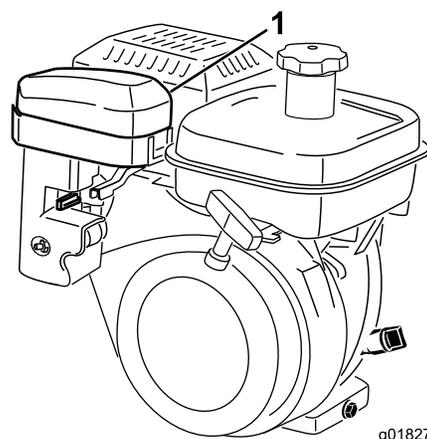
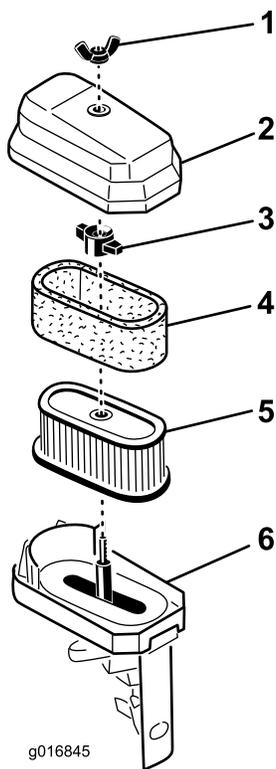

Рисунок 36
Рисунок 37
Тщательно очистите крышку (Рисунок 36 и Рисунок 37).
- Если элемент из пеноматериала загрязнен, извлеките его из бумажного элемента (Рисунок 37). Тщательно очистите его.